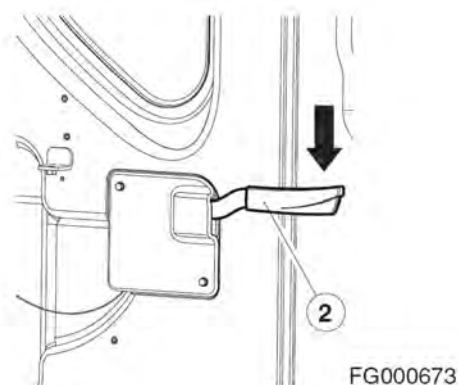

Рис. 156
2. Для отделения двери от стенки кабины опустить рычаг защелки (2, рис. 156). Рычаг защелки расположен слева от сиденья оператора.